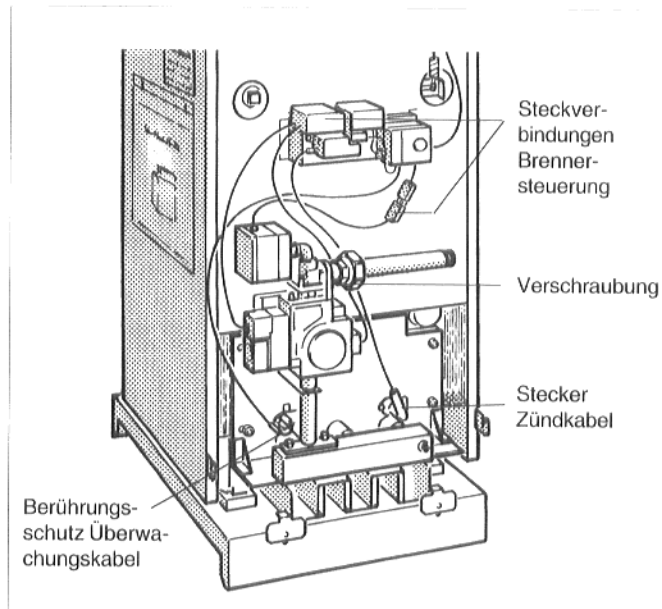

Abb. 21: G_224 L, Gasbrenner
- ★ Gasbrenner an der Verschraubung von der Zuleitung trennen (Abb. 21).
- ★ Steckverbindungen an der Brennersteuerung lösen (Abb. 21).
- ★ Berührungsschutz am Überwachungskabel (Abb. 21) entfernen und Steckverbindung lösen.
- ★ Stecker des Zündkabels (Abb. 21) von der Zündelektrode ziehen.